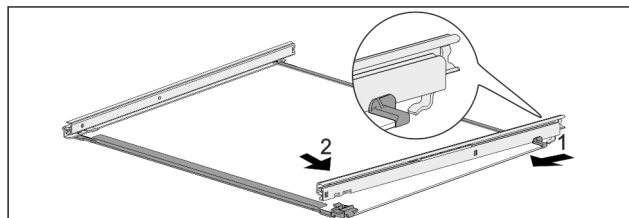

Fig. 85 Glasplade med skinner
- ▶ Fastgør skinnen bagtil. Fig. 85 (1)
- ▶ Lad skinnen gå i indgreb foran. Fig. 85 (2)